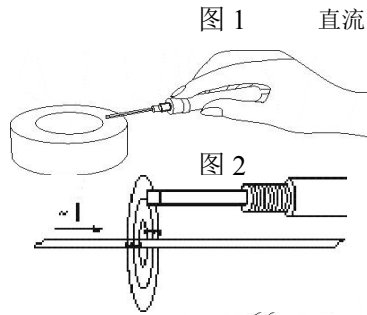

图 1 直流
1、传感器测量时前端的霍尔元件与被测磁场的磁力线方向垂直穿过。(如右图 1);